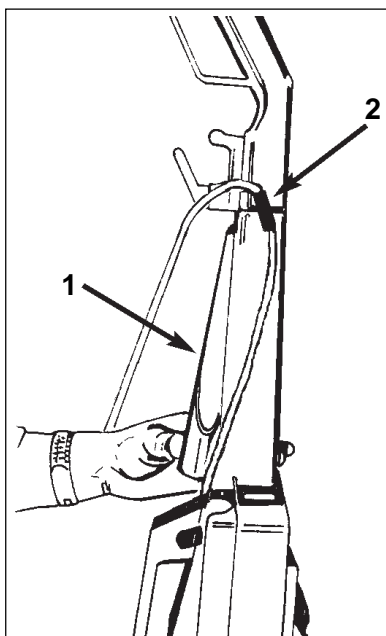
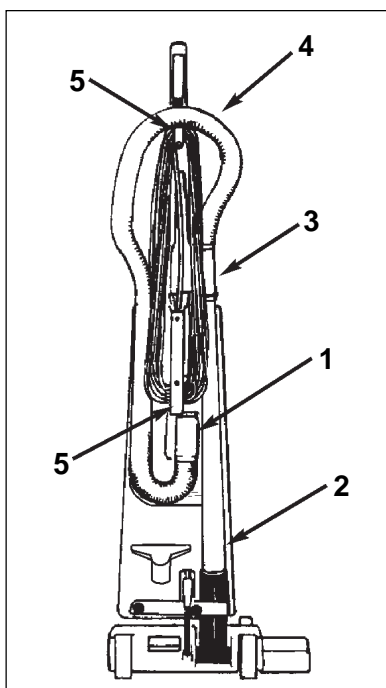

Figure 11
Figure 12
- b. Put the crevice tool in the tool holder (1). See figure 11.
- c. Put the cable holder into the hole of the handle (2). See figure 11.
7. Put the hose adapter into the opening in the back of the tank housing (1). See figure 12.
8. Put the end of the wand in the back of the tank housing (2). See figure 12.
9. Push the wand assembly forward until it locks in position (3). See figure 12.
10. Put the vacuum hose over the hook on the handle assembly (4). See figure 12.
11. Put the power cord around the cord storage hooks (5). See figure 12.
- b. Placer la buse dans le support (1). Voir figure 11.
- c. Placer l'attache du câble dans le trou de la poignée (2). Voir figure 11.
7. Placer le raccord du flexible dans l'ouverture située à l'arrière du réservoir d'aspiration (1).
8. Placer le tuyau rigide dans le logement se trouvant sur le côté gauche à l'arrière du réservoir d'aspiration (2).
9. Pousser le tuyau rigide vers l'avant jusqu'à ce qu'il se coince en place (3).
10. Placer le flexible dans l'encoche de la poignée du timon (4)
11. Enrouler le câble d'alimentation sur les deux crochets à l'arrière de l'appareil (5) (Figure 12).